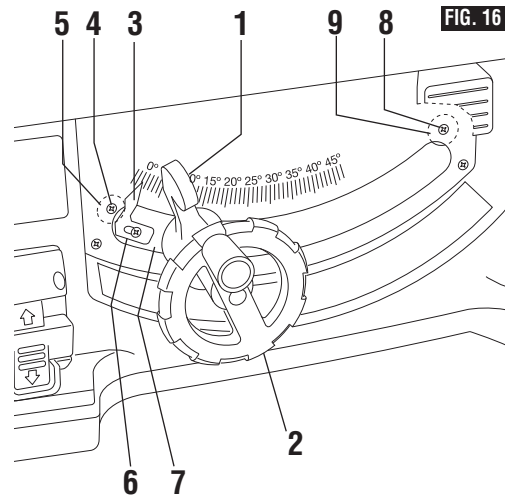

FIG. 16
1. Gire la rueda de elevación **2** en el sentido de las agujas del reloj y suba la hoja hasta la altura máxima (Fig. 16).
2. Afloje el mango de fijación de la inclinación de la hoja **1**, empuje la rueda de elevación **2** hacia la izquierda tanto como sea posible y apriete el mango de fijación de la inclinación de la hoja **1** (Fig. 16).